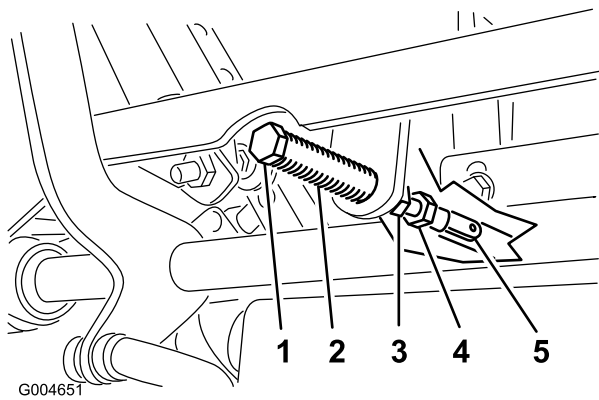

Bild 62
5. Ziehen Sie den Hebel zurück, bis der Lastösenbolzen (am Arm über der Gelenkwelle) das Schlitzende berührt (und soeben Druck auf die Feder ausübt) (Bild 62).
- Sollte eine Einstellung erforderlich sein, lockern Sie die Mutter und die Klemmmutter gegen das Joch (Bild 62).
- Drücken Sie den Fahrtriebshebel leicht nach hinten, drehen Sie den Kopf der Einstellschraube in die entsprechende Richtung, bis der Schalthebel in der Neutralsperrstellung zentriert ist (Bild 62).
- Ziehen Sie die Mutter und die Klemmmutter an (Bild 62).
9. Ziehen Sie die Klemmmuttern an den Kugelenken fest (Bild 62).